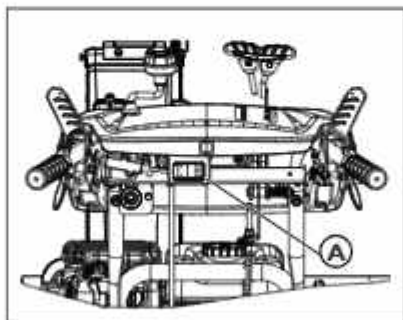

Рис. 29
1. Чтобы активировать подогрев рукояток, включите подогрев рукояток с помощью переключателя (рис. 29, поз. A).